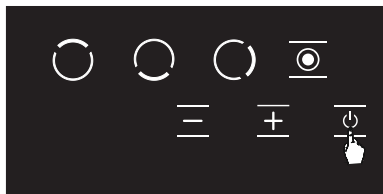

Рисунок 11
1. Нажмите кнопку **⏻**, чтобы выключить варочную панель. (см. Рисунок 11)